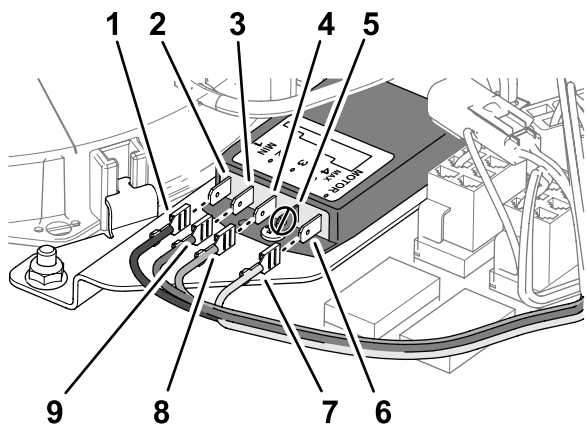

Figure 8
2. Branchez les bornes à douille du faisceau du kit aux bornes à lame du contrôleur du ventilateur (Figure 8), comme indiqué dans le tableau :